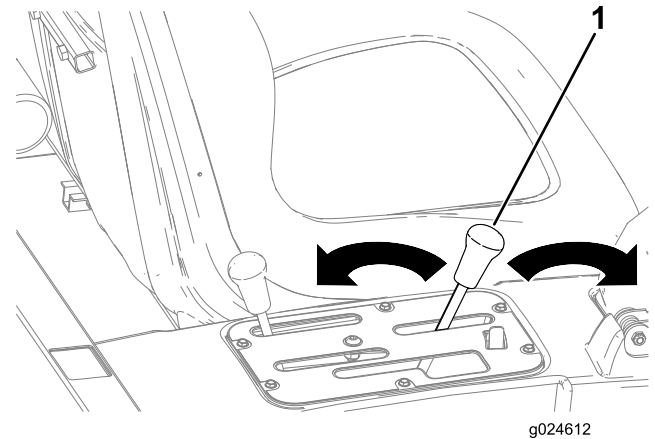

Bild 18
3. Schieben Sie den Hebel nach hinten, um die Staubox auf die gewünschte Stellung anzuheben. (Bild 18).
4. Schieben Sie den Hebel nach vorne, um die Staubox abzusenken (Bild 18).